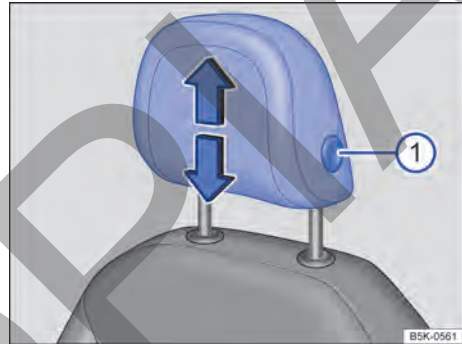

Fig. 75 Ajuste de los apoyacabezas delanteros.
- Desplace el apoyacabezas hacia arriba o hacia abajo en el sentido de la flecha correspondiente a la vez que presiona la tecla → fig. 75 ① → ▲ en *Introducción al tema* de la pág. 94.